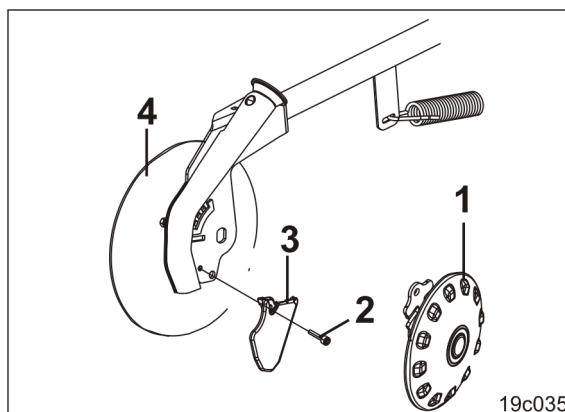

Fig. 235
1. Demontarea discului de ghidare în adâncime (Fig. 235/1) (vezi cap. Montarea discului/rolei de ghidare în adâncime, pagina 142).
2. Desfaceți șurubul cilindric (Fig. 235/2) (momentul de strângere al șurubului 30-35 Nm).
3. Înlocuiți cuțitul uzat (Fig. 235/3) și montați în ordine inversă.
Cuțitul (Fig. 235/3) nu are voie să iasă dincolo de marginea discului de distribuție (Fig. 235/4). Dacă este necesar, înlocuiți discul de distribuție.